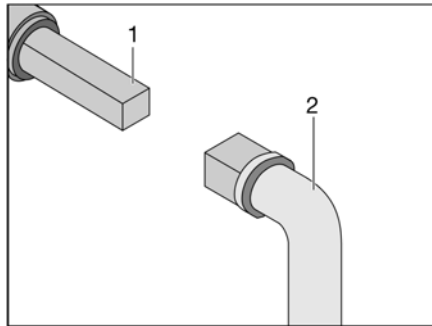

Fig. 339 Utilizzo del rubinetto di scolo delle acque grigie
- Inserire la chiave (Fig. 339,2) sul perno quadro (Fig. 339,1).